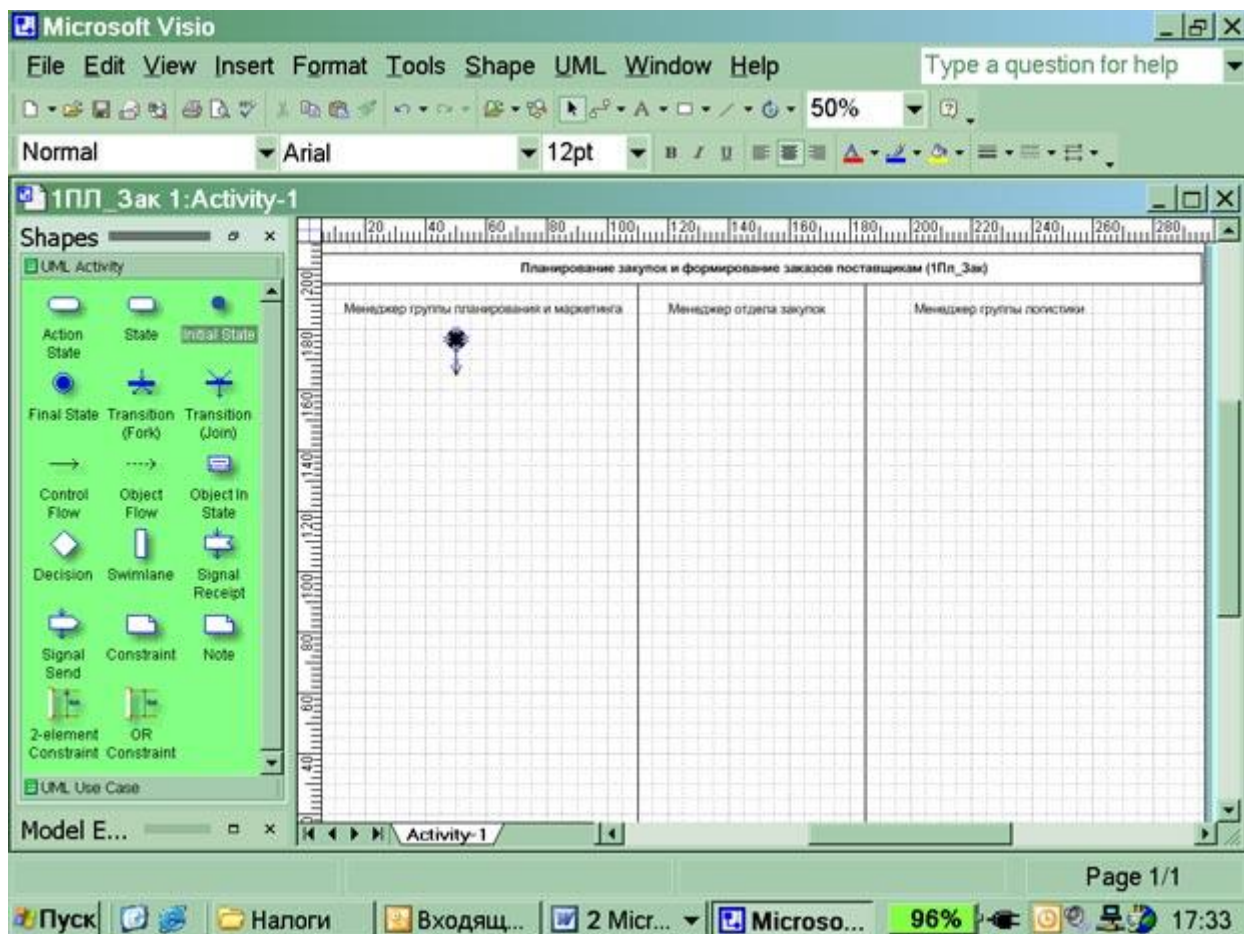

Рис. 3. Подготовительная стадия для изображения диаграммы действий
8. Обозначьте на диаграмме начало процесса символом "Initial state" и опустите стрелку вниз (рис. 3). Работу с графическими формами можно осуществлять только при активированной пиктограмме с изображением стрелки на панели "Форматирование".